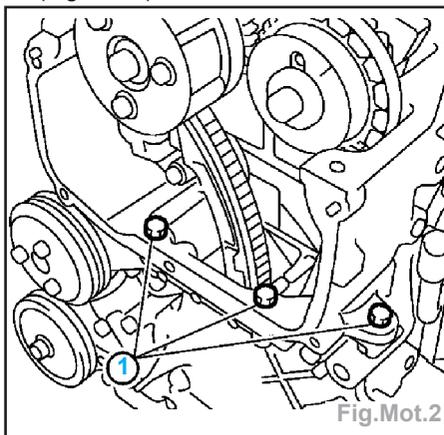

Fig.Mot.2
- les boulons auxiliaires de la culasse (1) (Fig.Mot.2).